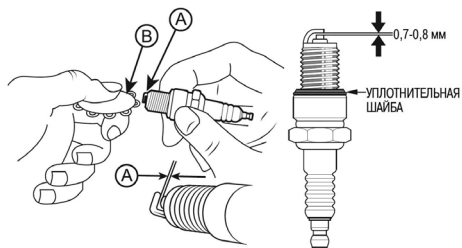

Рис. 27. Проверка межэлектродного зазора
4. Измерьте зазор между электродами свечи зажигания специальным щупом. Зазор должен быть $0,7-0,8$ мм (Рис. 27). При увеличении, или уменьшении требуемого зазора, рекомендуется заменить свечу, так как регулировка зазора может привести к изменению качества искрообразования.